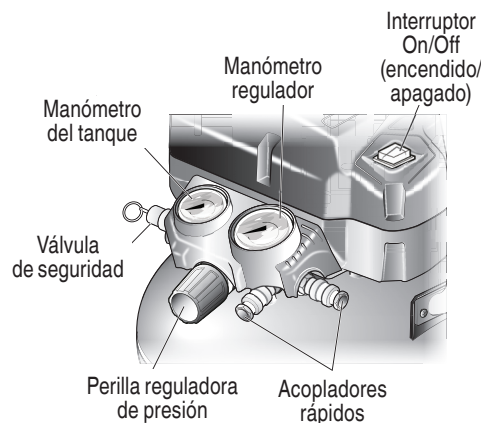

Fig. 3
- Introduzca la manguera en el acoplador rápido ya instalado en el compresor (Fig. 3).
- Gire la perilla reguladora de presión por completo en sentido horario para abrir el flujo de aire. (Fig. 3)
- Coloque el interruptor en la posición de apagado **OFF (O)** y enchufe el cable de alimentación.